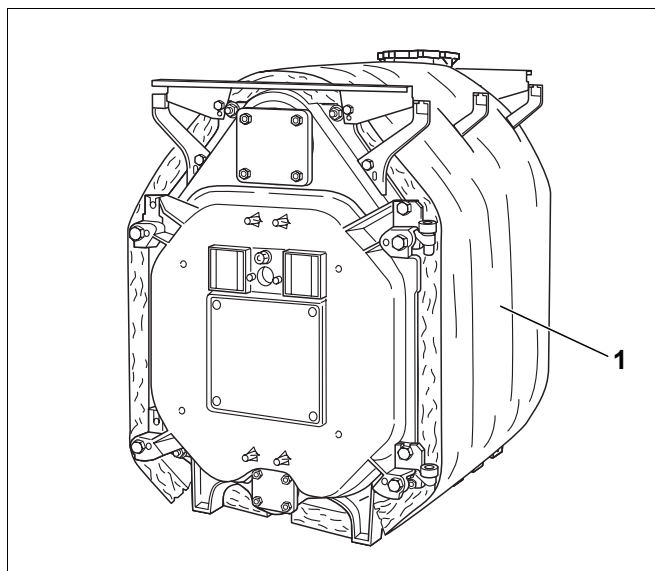
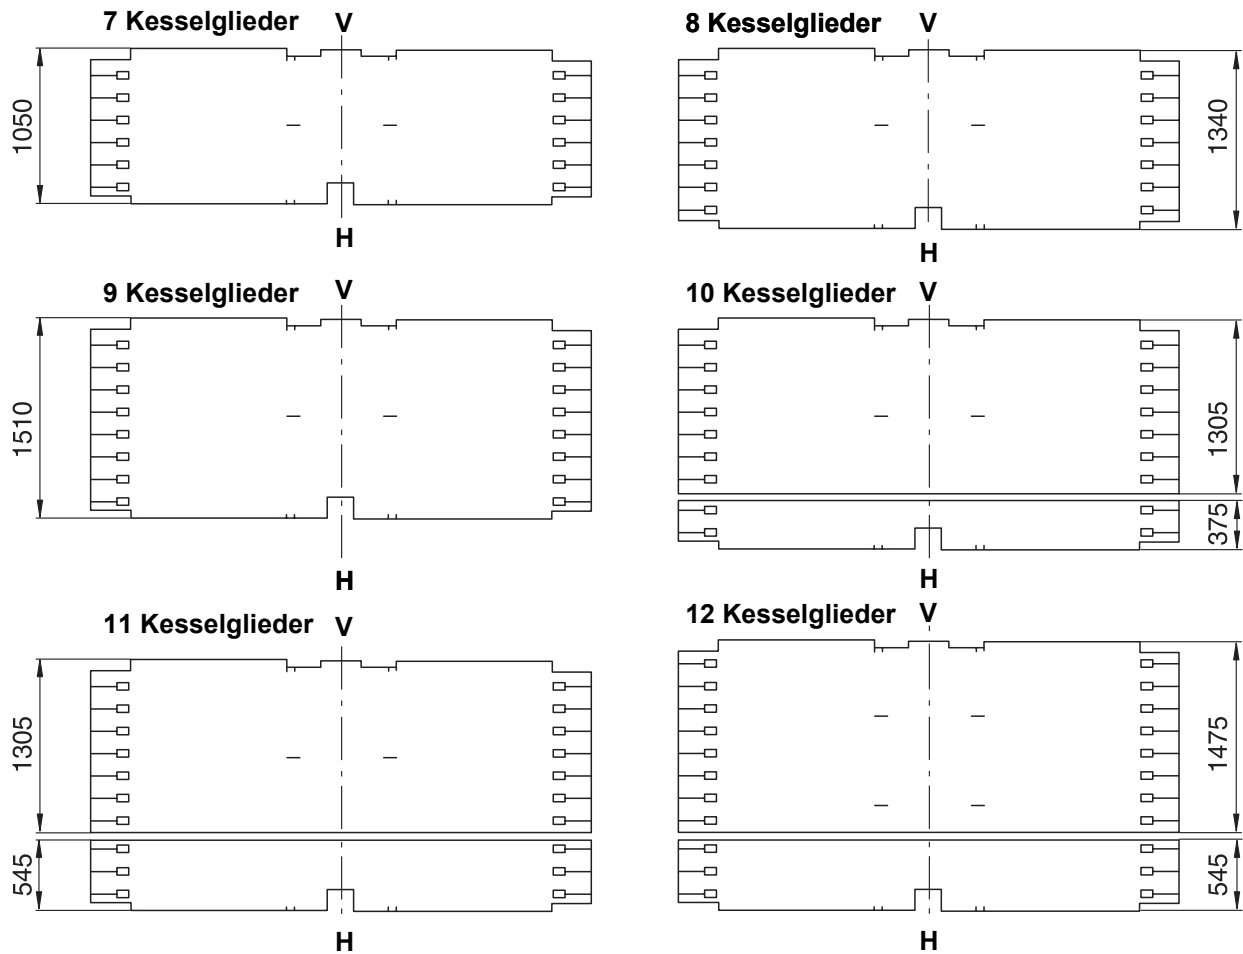

Bild 41 Kesselblock mit Wärmeschutz
Bild 42 Wärmeschutz für die verschiedenen Kesselgrößen (Maße in mm)
- Der mitgelieferte Wärmeschutz (Bild 41, **Pos. 1**) entspricht der Kesselgröße. Der Wärmeschutz ist nach dem in Abbildung 42 dargestellten Schema auf dem Kesselblock anzuordnen (die Ziffern über dem ausgebreitet dargestellten Wärmeschutz entsprechen der Anzahl der Kesselglieder).